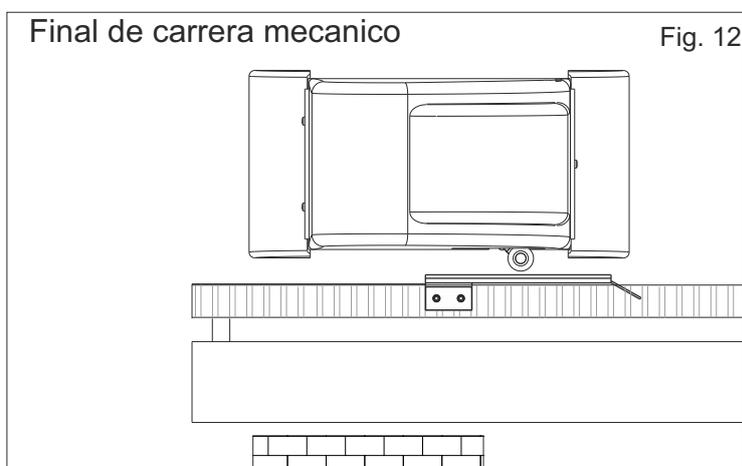
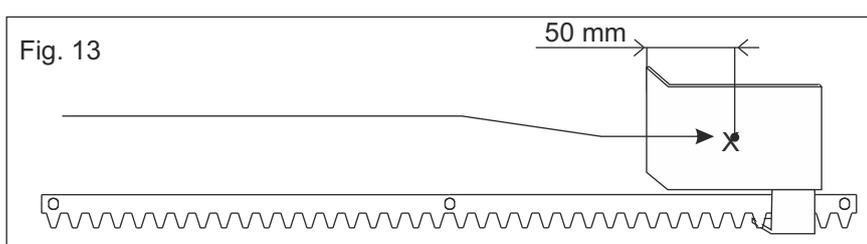
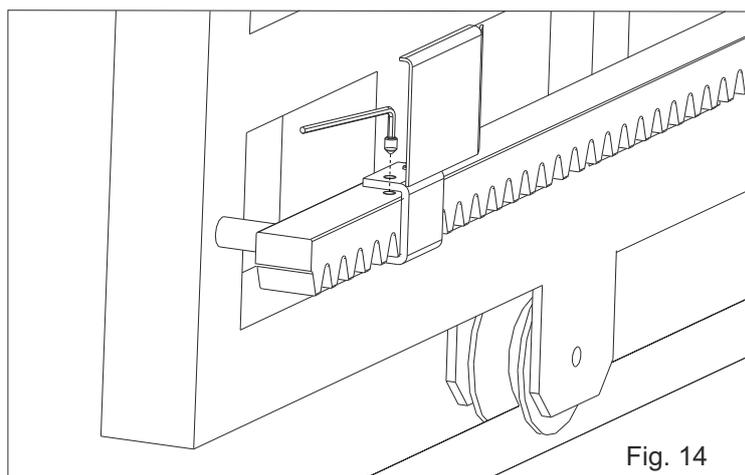

Fig. 12
Fig. 13
Fig. 14
- Posicionar la plaquita sobre la cremallera en modo de tener el final de carrera (palanquita en caso de final de carrera mecanico (Fig. 12); en correspondencia con el punto x que se encuentra a 50 mm del lado doblado de la plaquita (fig. 13) y fijarla con los tornillos en dotacion (Fig. 14).
- Posicionar la plaquita en la cremallera en modo de tener el final de carrera en correspondencia del punto X que se encuentra a 50mm del lado doblado de la plaquita (fig.13) y fijarla con los tornillos en dotación (Fig.14)